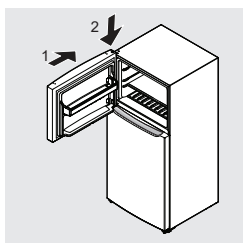

figure 9
- Abaissez la porte du congélateur en position ouverte sur la goupille de charnière centrale, puis fermez la porte (figure 9).